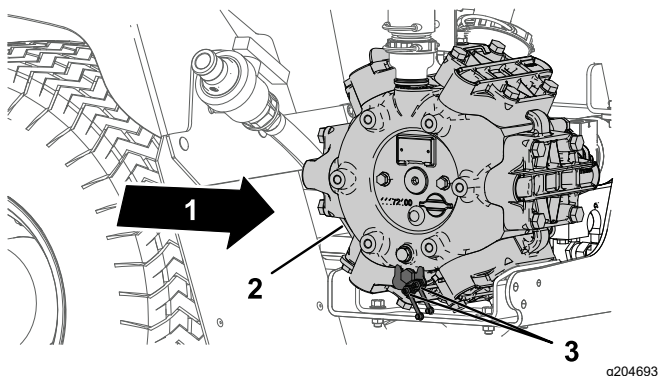

Figura 104
1. Limpie los 2 engrasadores remotos (Figura 104).
2. Bombee grasa en el engrasador remoto (Figura 104).